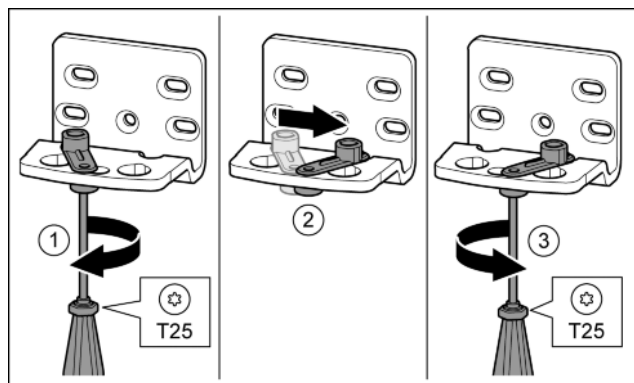

Fig. 12
- ▶ Løsn skruen med skruetrækkeren T25. Fig. 12 (1)
- ▶ Løft dørlukningshjælpen, og drej den 90° mod højre i hullet. Fig. 12 (2)
- ▶ Stram skruen med skruetrækker T25. Fig. 12 (3)